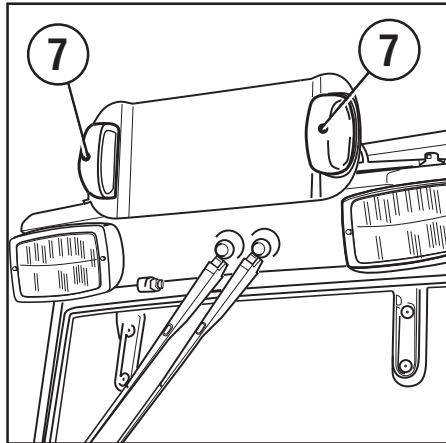

Abb. 61
- **Kenntafelbeleuchtung** (7 Abb. 61).